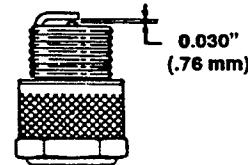

Figure 19
3. Régler l'écartement de l'électrode à 0,76 mm (0,030 pouce) (fig. 19). Installer la bougie ainsi préparée et le joint d'étanchéité. Serre à un couple de 19 N·m (14 pieds-livres).